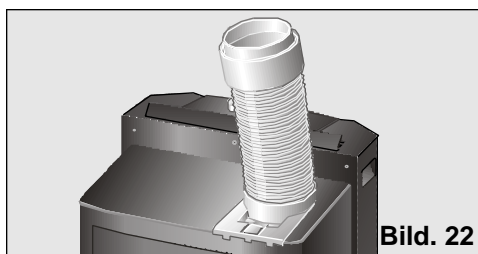

Bild. 22
- Avlägsna luftspridarmunstycket och placera röret för luftutsläpp enligt det som framgår av Bild 22.